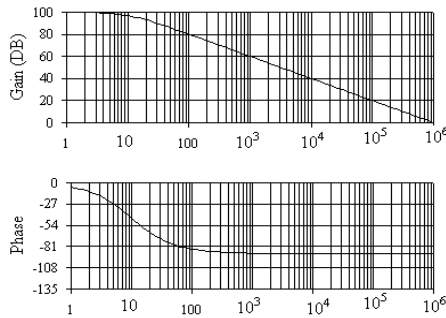

Рис. 1.9.
приведена на рис. 1.9 граничная частота  $f_{\text{гр}} = 10\text{Гц}$ ;
- частота единичного усиления  $f_1$  т. е. частота, при которой  $K_{\text{оу}} = 1$ . Для ОУ АЧХ коэффициента усиления которого приведена на рис. 1.9 частота единичного усиления  $f_1 = 10^6\text{Гц}$ . Граничная частота  $f_{\text{гр}}$ , частота единичного усиления  $f_1$  и коэффициент усиления по напряжению  $K_{\text{оу}}$  для ОУ с внутренней коррекцией связаны соотношением  $f_1 = f_{\text{гр}} K_{\text{оу}}$ .
- запас устойчивости по фазе на частоте единичного усиления  $\varphi_{\text{зап}}$ , характеризует устойчивость ОУ.  $\varphi_{\text{зап}} = 180^\circ - |\varphi_1|$ , где  $\varphi_1$  – фазовый сдвиг на частоте  $f_1$ . Положительный запас устойчивости по фазе является показателем устойчивости ОУ. Для получения максимально быстрого отклика на импульсный входной сигнал и одновременно исключения звона или неустойчивости желательно иметь запас устойчивости по фазе порядка  $45^\circ$ . Для ОУ фазово-частотная характеристика, которого приведена на рис. 1.9  $\varphi_1 = 90^\circ$ , а  $\varphi_{\text{зап}} = 90^\circ$ .
Параметры некоторых типов ОУ могут изменяться за счет введения частотной коррекции и токового программирования. Частотная коррекция может быть введена в схему ОУ при его изготовлении. Это, так, называемые ОУ с внутренней коррекцией. На рис. 1.9, приведена АЧХ ОУ с внутренней коррекцией. Как известно, такая форма АЧХ обеспечивает устойчивость схем на ОУ при любом требуемом коэффициенте усиления, что достигается за счет существенного ухудшения частотных свойств ОУ. В случае широкого спектра усиливаемого сигнала частотные свойства ОУ накладывают ограничения на значение коэффициента усиления, который можно получить в схеме